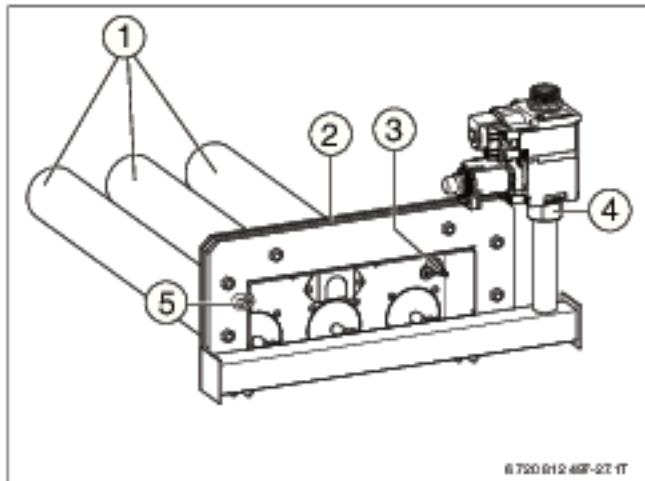

Рис. 39 Чистка горелки
- При соедините клапан резьбовым соединением [4] с моментом затяжки 60-65 Н·м, ориентируя его относительно фланца горелки (→ рис. 39, стр. 35).